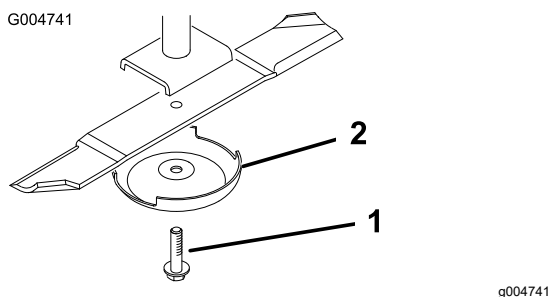

Bild 89
3. Entfernen Sie die Messerschraube, die Antiskalpierkuppe und das Messer von der Spindelwelle (Bild 89).